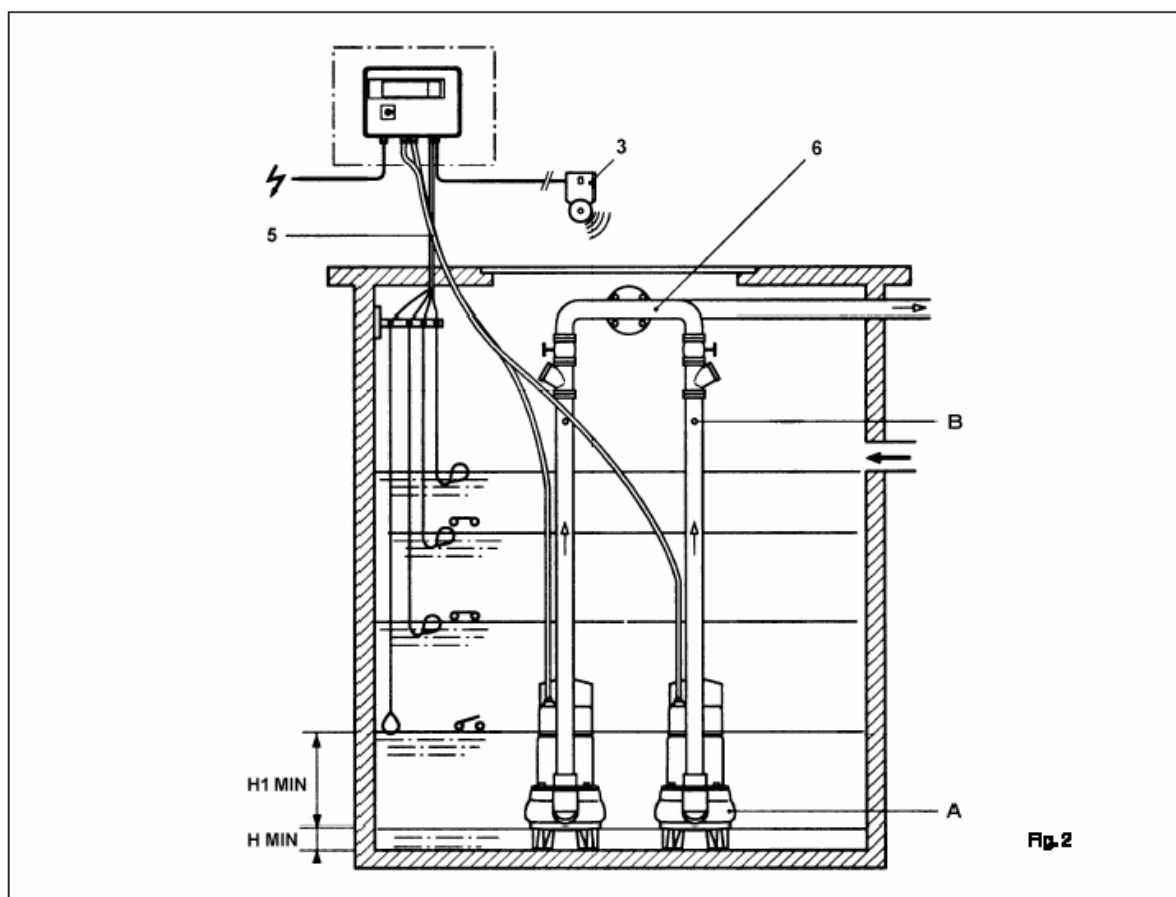

Fig. 2
- Рисунок 2: стационарный монтаж с двумя насосами с тройником соединяющим напорные трубопроводы и 4-мя датчиками для управления работой по уровню.